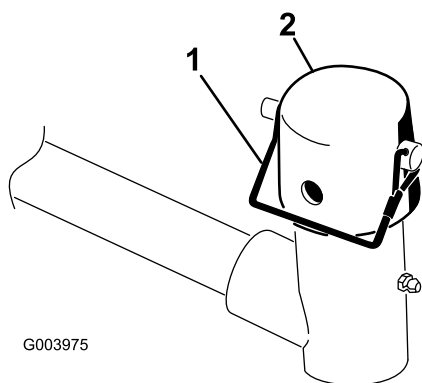

Рисунок 9
7. Снимите стопорный штифт и крышку с вилки шарнира подъемного рычага (Рисунок 9).
- 11. Прикрепите крышку и вал несущей рамы к вилке подъемного рычага с помощью фиксирующего штифта (Рисунок 9).